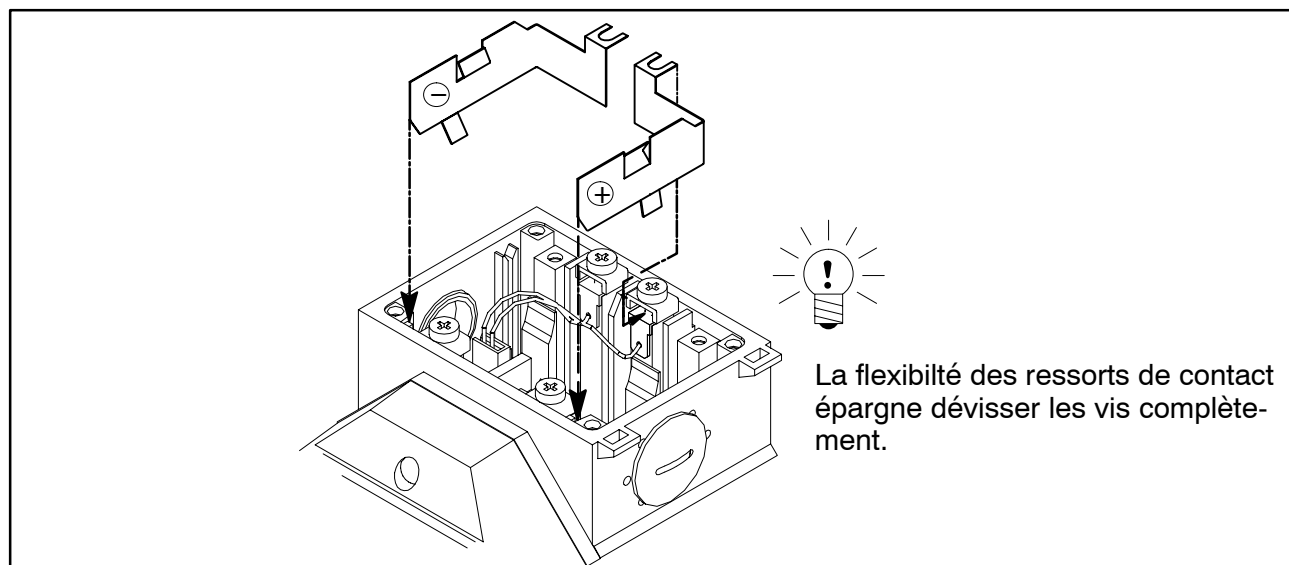

Fig.3.1 Mettre en place les ressorts de contact de pile
2. Mettre les ressorts de contact de pile dans les fentes prévues à cet effet. Connecter les extrémités servant de cosses sous les bornes de raccordement (Cf. Fig.3.1).